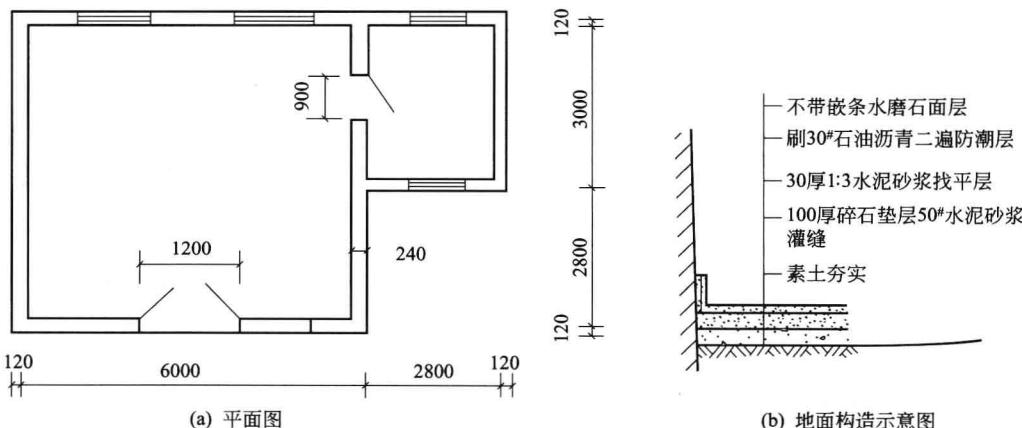

图 1-3 某工程底层平面图
**【例 1-3】** 图 1-3 为某工程底层平面图，已知地面为水磨石面层，踢脚线为 150mm 高水磨石，试求地面的各项工程量。